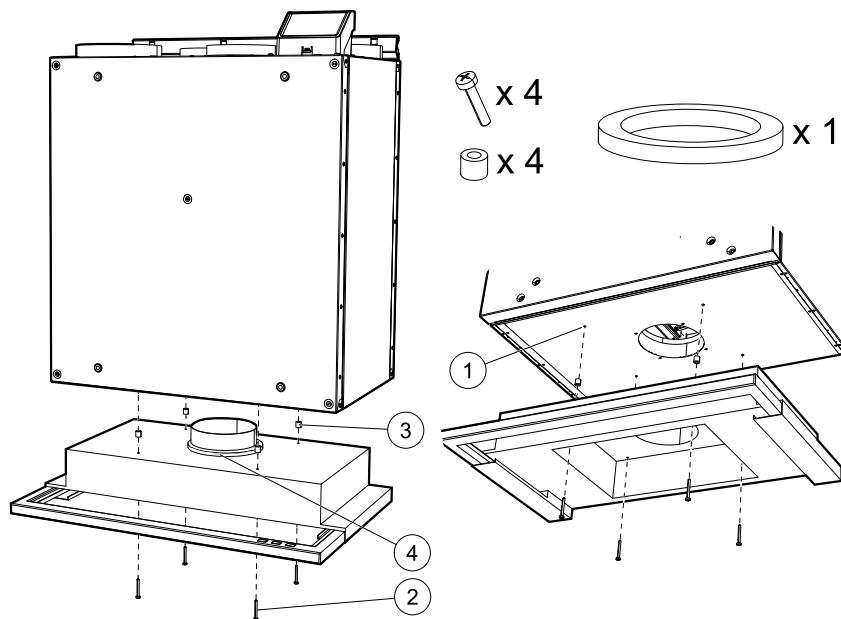

Bild 11 Befestigung der Dunstabzugshaube direkt am Gerät
Mitgelieferte Schrauben (Abbildung 11, Pos. 2) in die Bohrungen der Dunstabzugshaube einbringen, mitgelieferte Kunststoffabstandhalter auf die jeweils überstehenden Schrauben setzen, um ein Überdrehen zu vermeiden (Abbildung 11, Pos. 3).
2. Legen Sie eine runde Isolierung auf den Anschluss der Dunstabzugshaube, um ein Austreten von Luft zu verhindern (Abbildung 11, Pos. 4).
Schrauben Sie die Dunstabzugshaube mit vorbereiteten Löchern direkt auf den Geräteboden (Abbildung 11, Pos. 1).